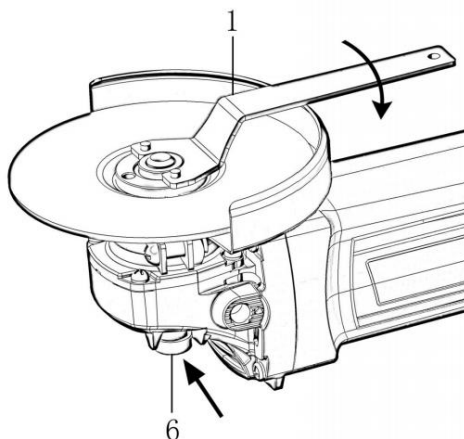

Fig 4
2. Per stringere la flangia esterna, premere il blocco dell'albero saldamente in modo che il mandrino non possa essere rimosso, quindi utilizzare la chiave del controdado e stringere saldamente in senso orario. (Fig.4)